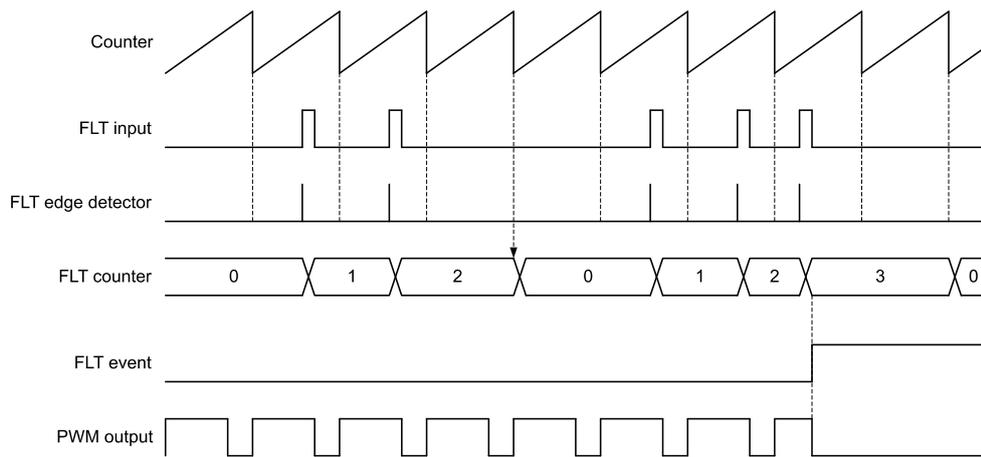

图 19-45 故障计数器累积模式 (FLTxRSTM = 1, FLTxCNT [3:0] = 2)
- 1：仅当上一计数周期内未发生任何故障事件时，故障计数器在复位/翻转事件时复位，如下图 19-45 所示。